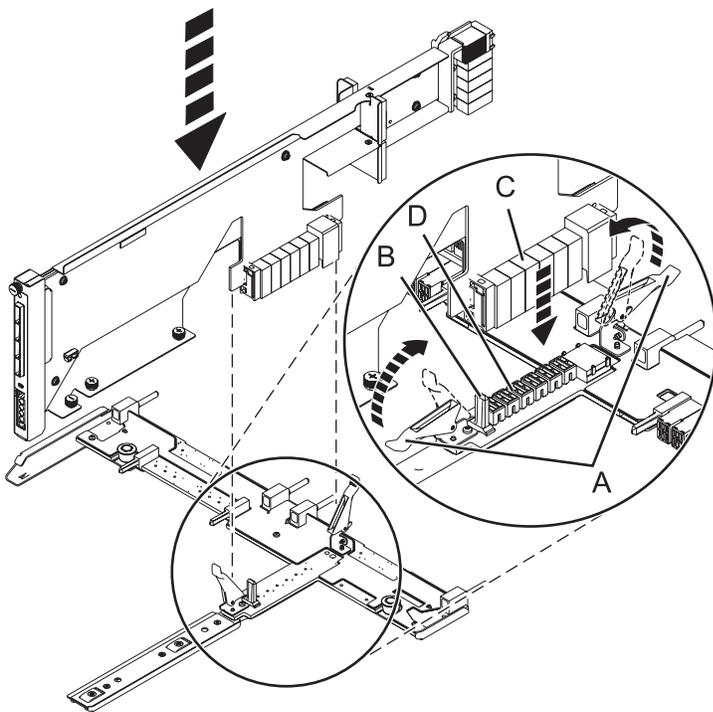

Figura 85. Instalación de la tarjeta de conducto SAS en la placa central
- a. Coloque el conector de la tarjeta (C) en la conexión media (D) utilizando la guía (B) para asegurar una buena conexión.
- b. Levante el asa (A) para ajustar la tarjeta de conducto SAS en la placa central, según se muestra en Figura 85.